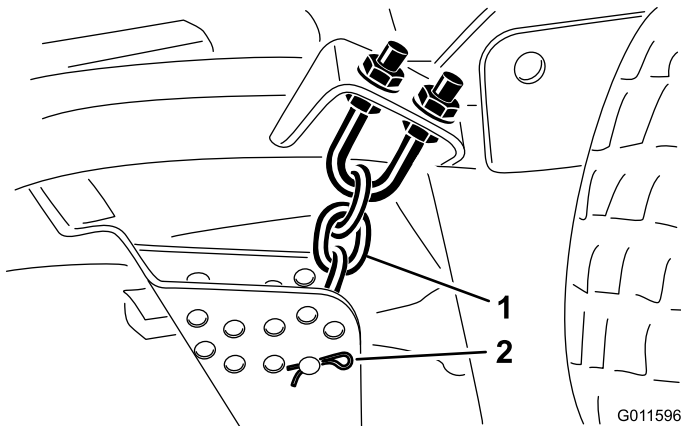

Figura 19
5. Retire el pasador de horquilla y el pasador que fijan las cadenas de ajuste de la altura de corte a la parte trasera de la unidad de corte (Figura 19).